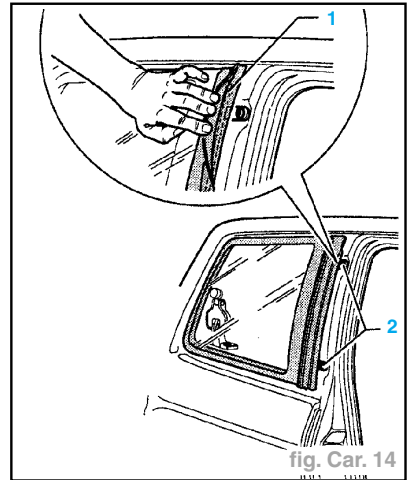

fig. Car. 14
- Soulever la lèvres d'étanchéité (1) (fig. Car. 14).
- Dévisser les vis (2) et retirer la glace pivotante.